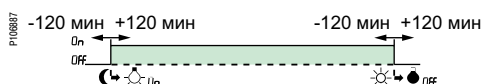

Рис. 3.
- Изменять по отдельности время восхода и захода солнца ( $\pm 120$  минут) в зависимости от местных условий (горы, здания и т. д.) (см. Рис. 3).